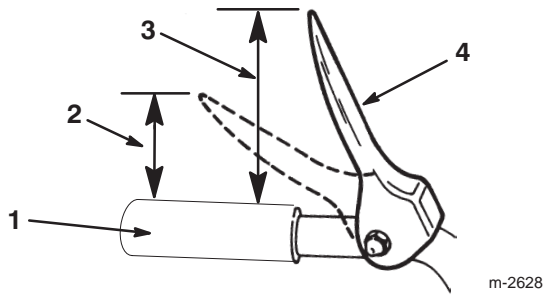

Figure 11
- Vérifiez la distance entre l'extrémité de la manette de tarière/roue hélice et le haut de la poignée du mancheron. L'écartement doit être d'environ 10,2 centimètres, comme illustré dans la Figure 11.
**Remarque :** La résistance augmente de manière perceptible lorsque la courroie d'entraînement de tarière/roue hélice devient tendue (à peu près à mi-course de la manette). Le réglage est correct si la résistance *commence* à augmenter quand le bout de la manette de commande de tarière/roue hélice se trouve à 5 cm du haut de la poignée (Fig. 11).